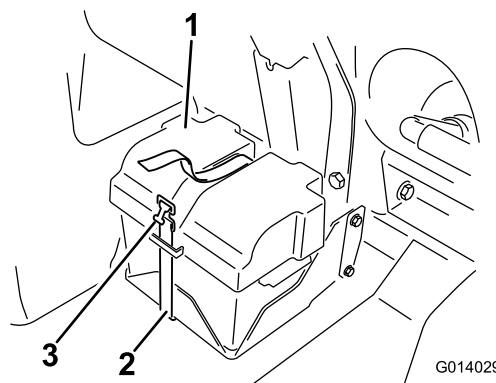

Figure 48
2. Déposez le couvercle de la batterie (Figure 48) et débranchez le câble de masse négatif (noir) de la borne de batterie.
3. Posez le couvercle de la batterie et fixez-le avec la sangle retirée précédemment (Figure 48).